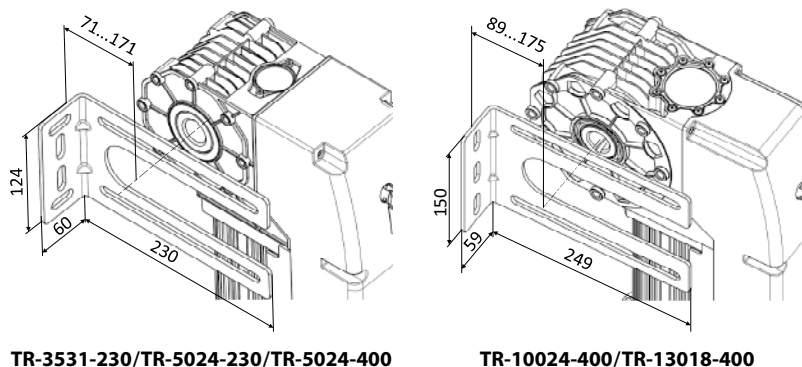

Рисунок 4. Размеры монтажного кронштейна
2. Монтажный кронштейн **3** может быть установлен слева или справа привода. Размеры монтажного кронштейна — рис. 4.